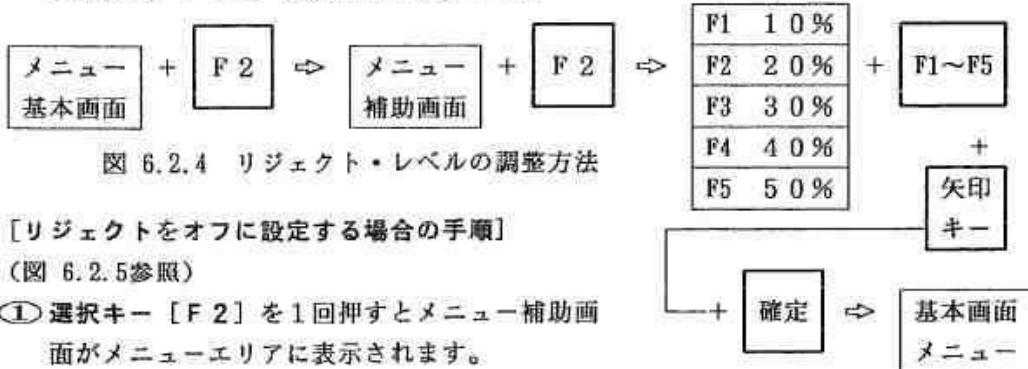

図 6.2.4 リジェクト・レベルの調整方法
[リジェクトをオンに設定する場合の手順] (図 6.2.4参照)
- ① 選択キー [F 2] を1回押すとメニュー補助画面がメニューエリアに表示されます。
- ② 選択キー [F 2] を1回押すとメニュー補助画面の[リジェクト] の表示の [オン／オフ] が [オフ／オフ] に切り替わり、メニューエリアに図 6.2.4 に示すリジェクト・レベル選択メニューが表示され、所定のレベルを選択キー [F 1～F 5] で選ぶか矢印キーで表示器垂直目盛りの 0～50% の範囲で設定できます。
- ③ リジェクト・レベルの設定が完了した後、確定キーを1回押します。メニューエリアの画面は、メニュー基本画面に戻ります。